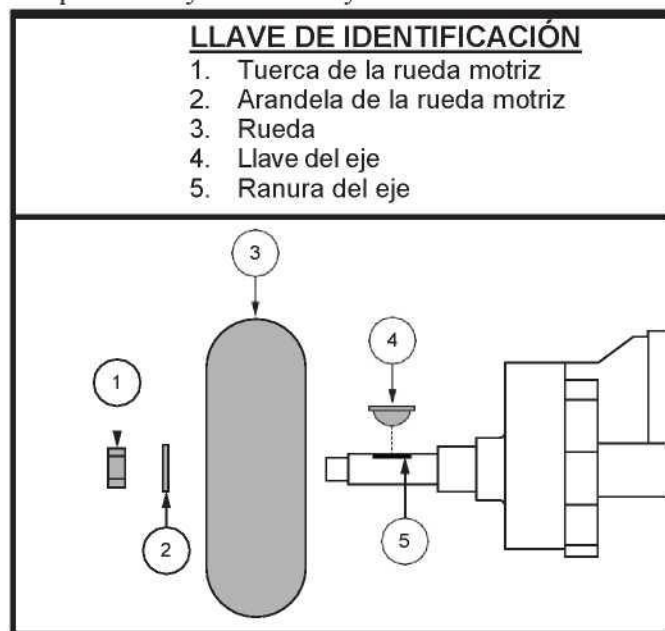

Figura 35 Sustitución de ruedas
3. Retire la tuerca de la rueda motriz y la arandela del eje. Ver Figura 35.